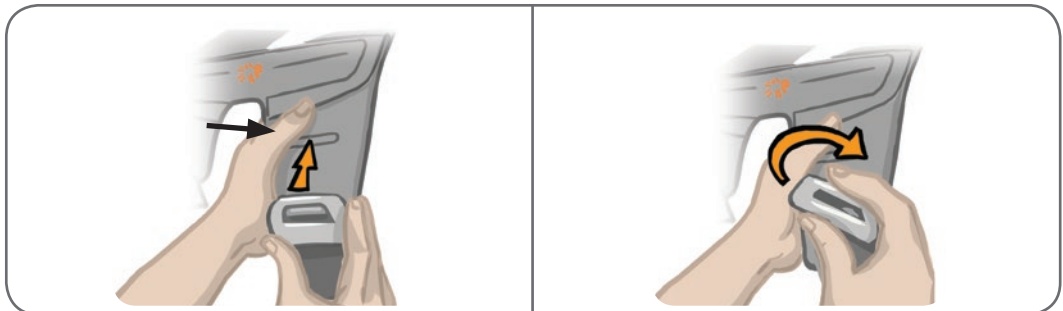

Ilustración 8-13: Retirada de las correas de muslo
1. Empuje la hebilla colocada en la correa de muslo hacia la banda de EF del muslo con un movimiento en espiral. Consulte la ilustración 8-13.